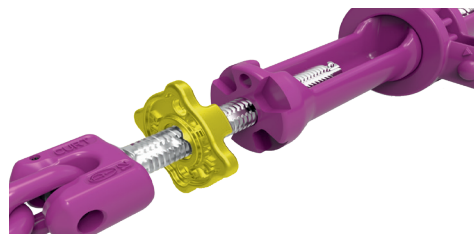

Bild 20:
6. Vergewissern Sie sich, dass die Sicherungsscheibe vom Tragrohr gelöst ist (siehe Bild 20). Sonst besteht die Gefahr, dass die Sicherungsscheibe beschädigt wird.